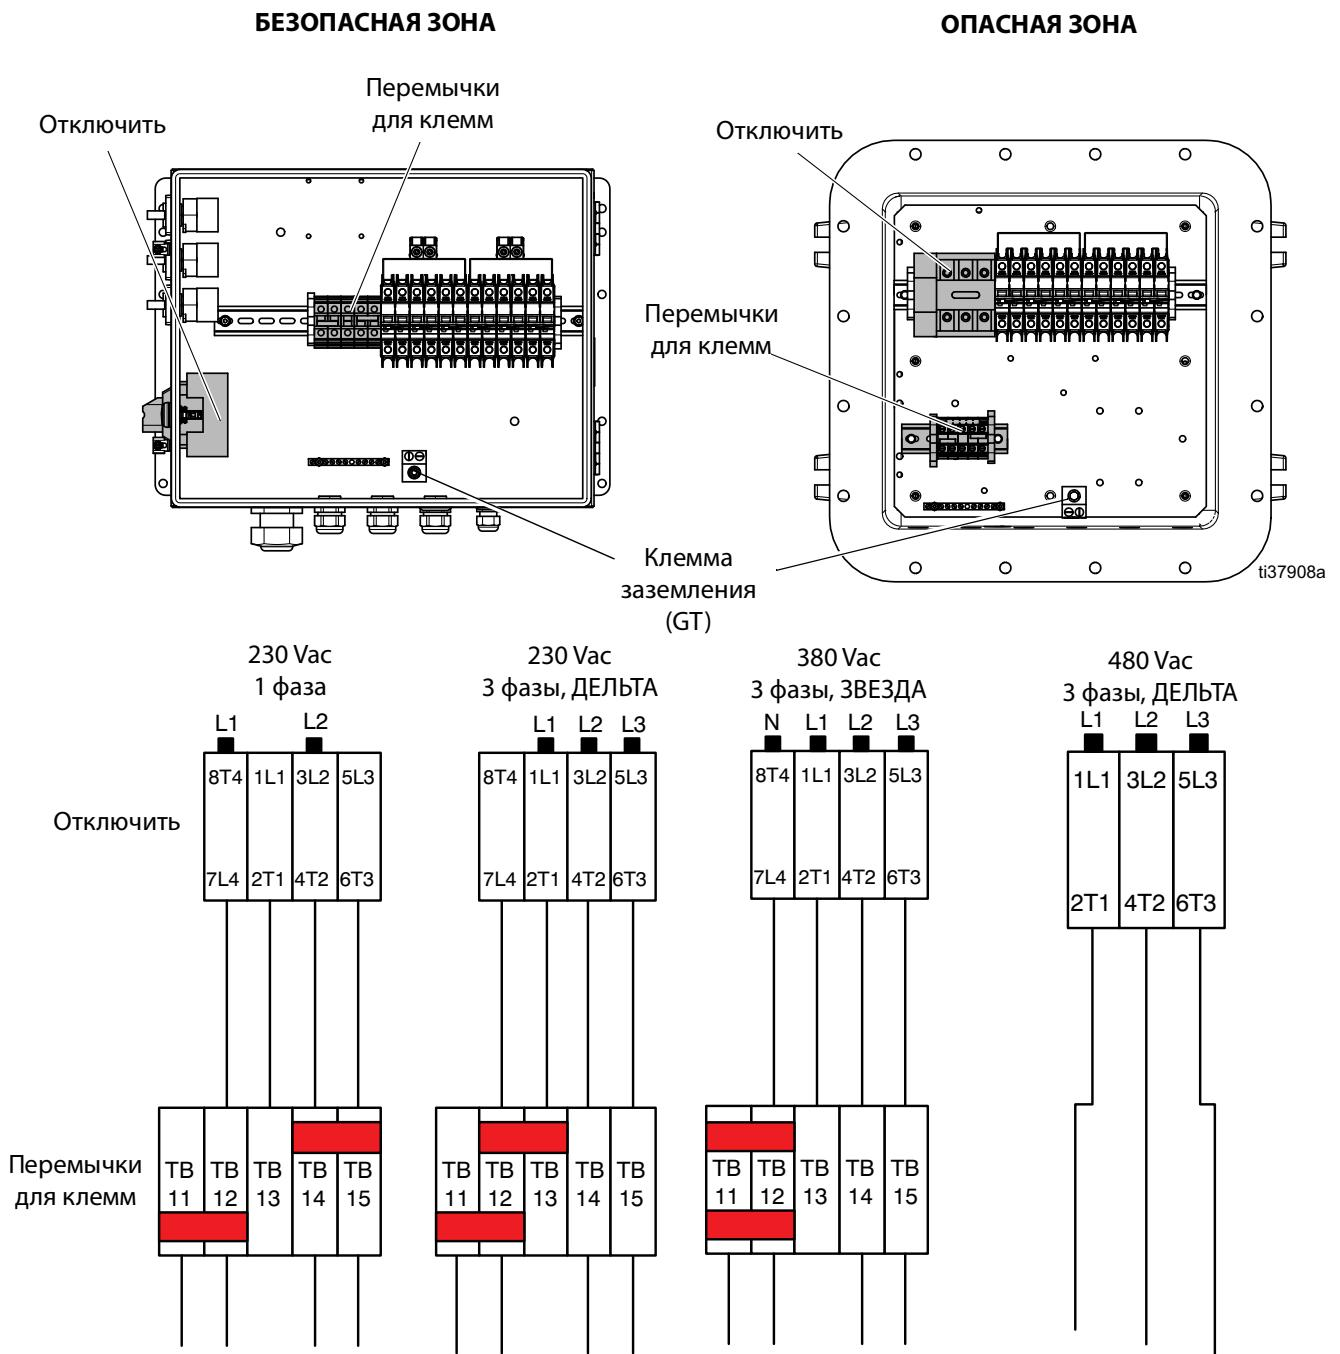

Рис. 7: Схема подключения XM
4. Подсоедините провод заземления к клемме заземления (GT). См. Рис. 7, стр. 29.
5. Подключите шнур питания к разъему, как показано на Рис. 7, страница 29. Затяните провода с моментом 6,2 Н•м (55 дюйм-фунтов).
6. **Только безопасные зоны.** Затяните компенсатор натяжения (BH).
7. Установите входящие в комплект клеммные перемычки в положения, показанные на Рис. 7, стр. 29.
8. Проверьте, чтобы все компоненты были надлежащим образом подключены, как показано на Рис. 7, стр. 29, затем закройте дверцу электрического корпуса.